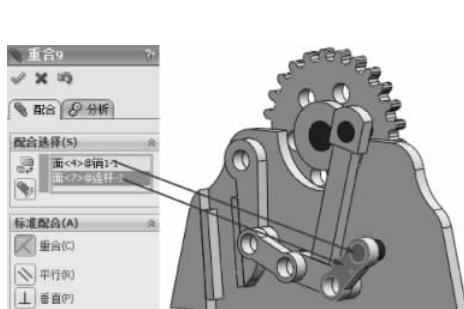

图 3-156 重合配合
(19) 继续进行配合约束,选择【标准配合】选项组下的【重合】配合类型 ,在【要配合的实体】选择框 中选择如图 3-156 所示的面,其他保持默认,单击【确定】按钮 ,完成重合配合。